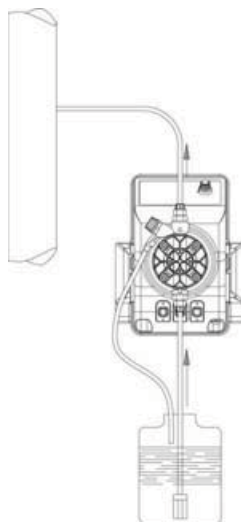
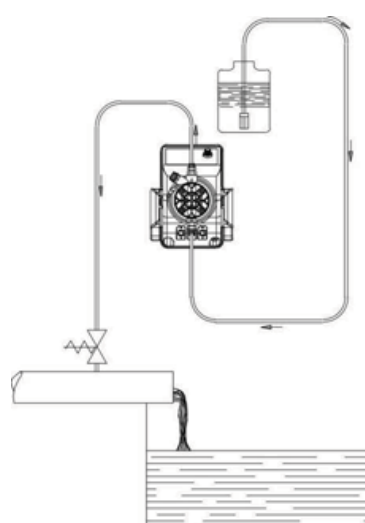

Fig. 5
Fig. 6
- c. - Placer la pompe comme la fig. 5 en tenant compte du fait qu'elle peut être fixée tant en dessous qu'au-dessus du niveau du liquide à doser dans la limite maximum de 2 mètres. Le point d'injection doit toujours être situé plus haut que le liquide à injecter. Si l'installation à traiter fonctionne à la pression atmosphérique (dosage de réactif à décharge libre) et si le réservoir du réactif doit être absolument placé plus haut que le point d'injection (fig. 6), contrôler périodiquement le fonctionnement de la canne d'injection, parce que son usure excessive pourrait introduire de l'additif dans l'installation par gravité (même quand l'appareil est arrêté). Si le problème demeure, ajouter une soupape de **contre-pression "C"** tarée entre la pompe doseuse et le point d'injection (fig. 6). Pour des liquides qui dégagent des vapeurs agressives, ne pas installer la pompe au-dessus du réservoir sauf si ce réservoir est hermétiquement fermé.